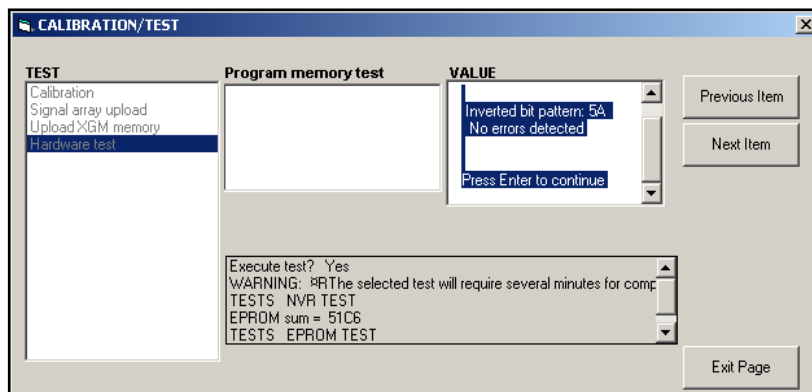

Figura 15: Finalización de la prueba NVR
4. Si el NVR supera la prueba, aparecerá una pantalla similar a la de la *Figura 15*. Haga clic en [Exit Page] para volver a la opción *Hardware Test*, y en [Exit Page] de nuevo para volver al menú principal *Calibration/Test*.